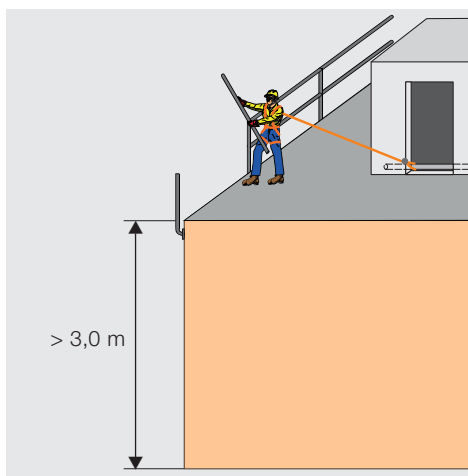

Fig. 11
- installer une protection latérale sur le bord du toit (fig.11: montage d'une protection latérale), ou